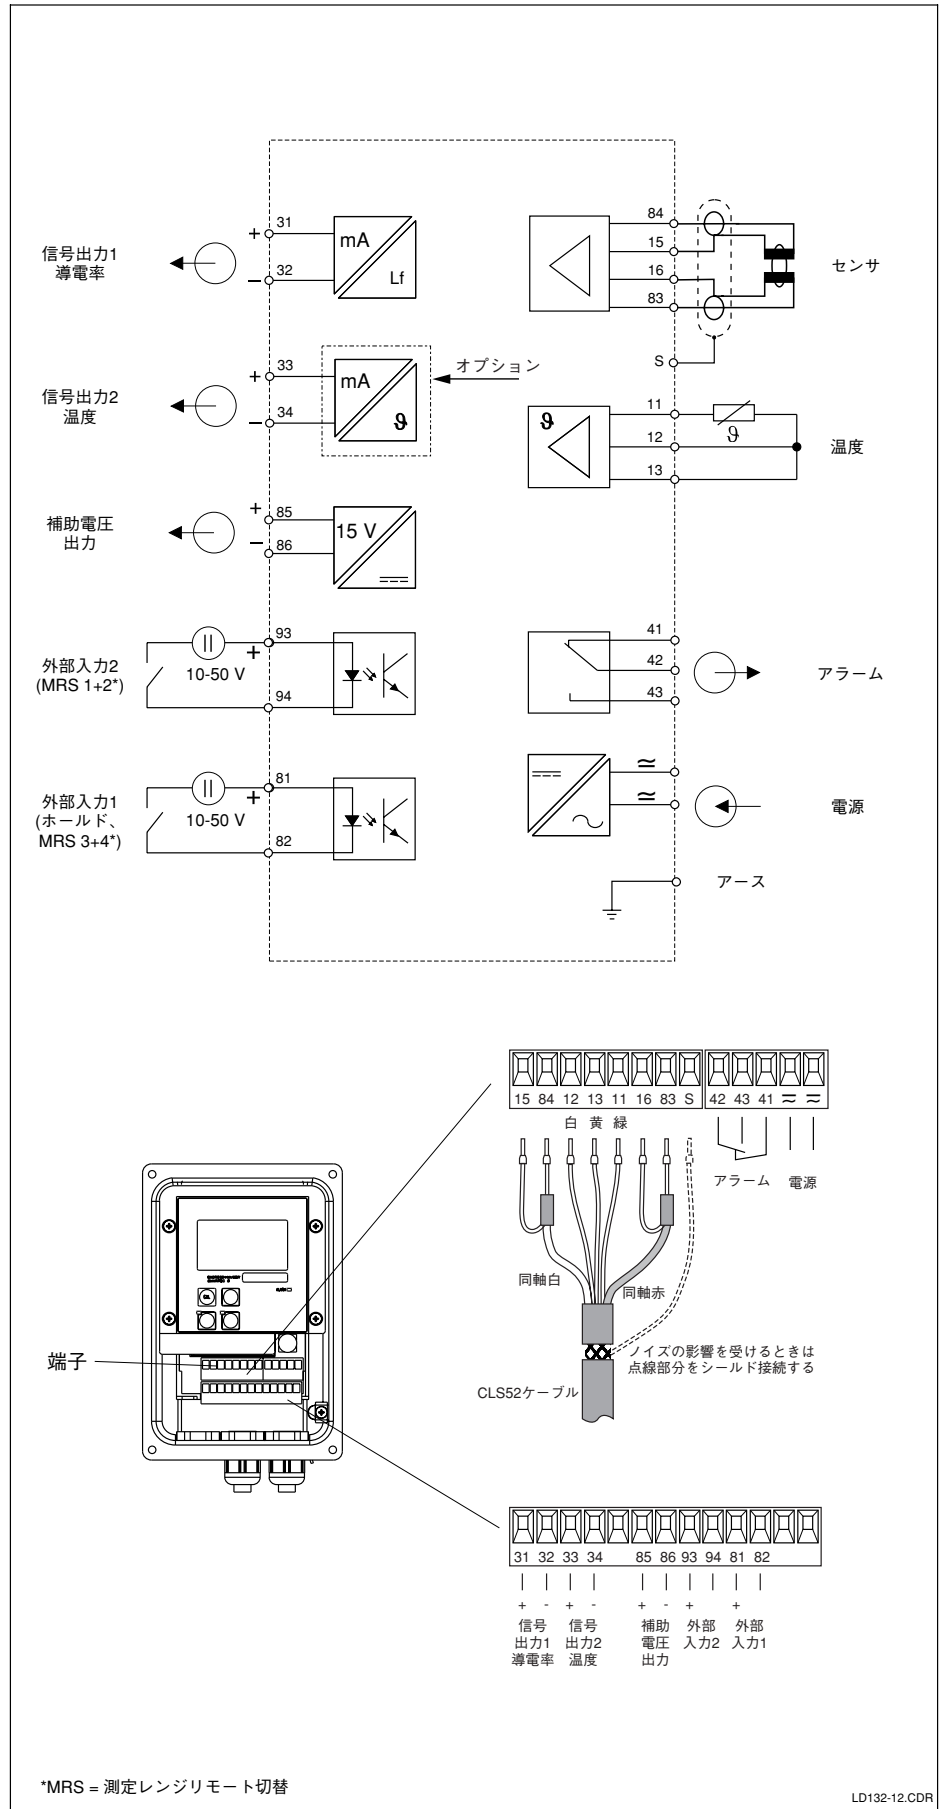

図 3.13
- ・図3.13の結線図に従って、電源を接続する。
- ・図3.13の結線図に従って、アラーム接点を接続する。
- ・ この機能は、ホールド入力により外部から動作させることもできます（図3.13の結線図、外部入力1を参照）。